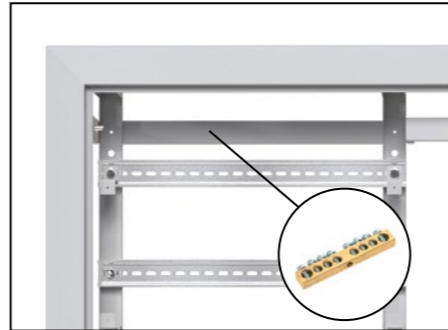

Рис. 14
1.3 Установите и закрепите на Шина PE** (приобретается отдельно) на месте указанном на Рис. 14.